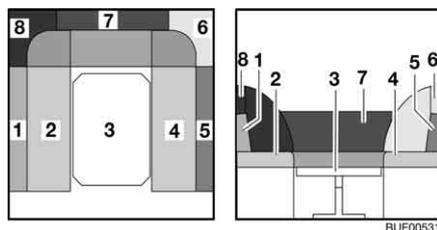

Fig. 92 Durante la transformación
- Tirar de los cojines del asiento (Fig. 92,2 y 4) hacia el centro.
- Colocar los cojines del respaldo (Fig. 92,1 y 5) entre los cojines del asiento y la pared exterior.
- Quitar los cojines del respaldo (Fig. 92,6, 7 y 8) y ponerlos a un lado.